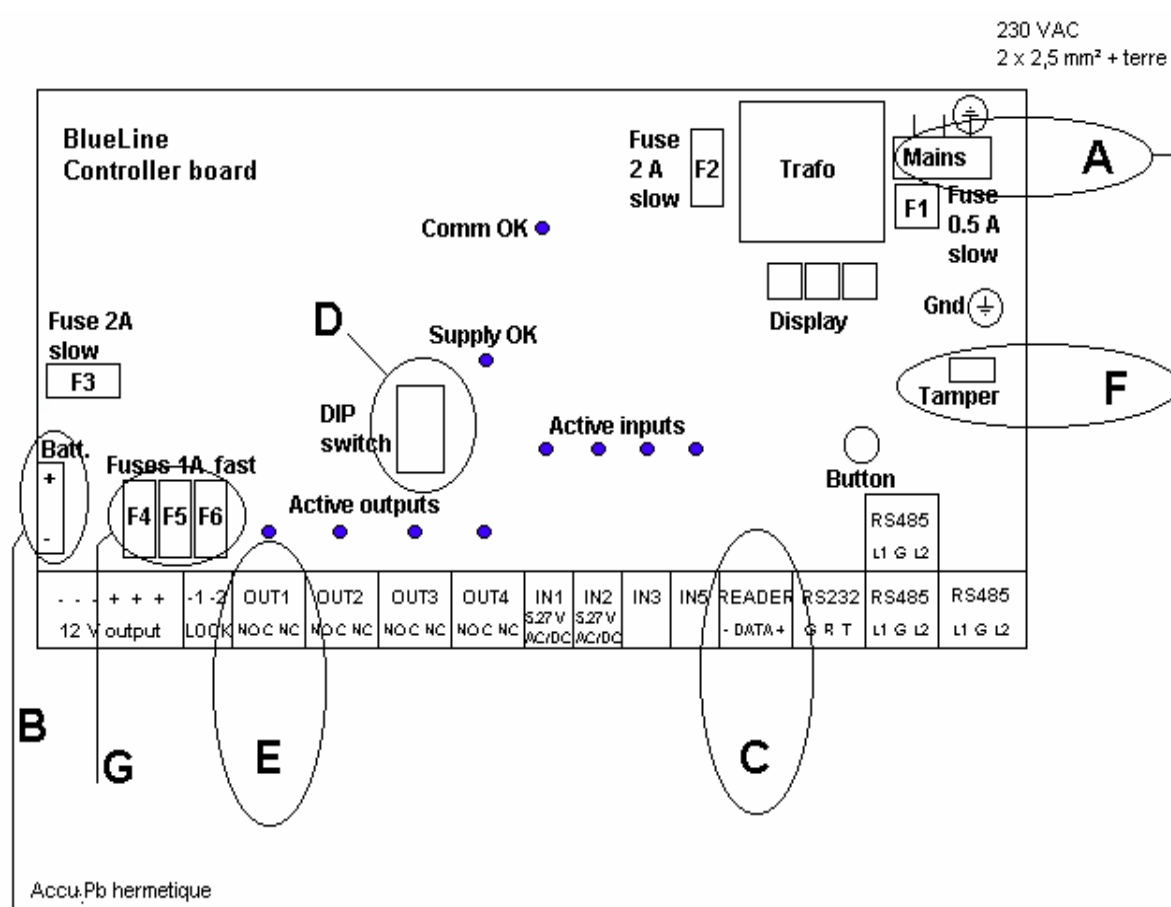

Fig. 1 : Bornes de connexion du contrôleur BL 100
En figure 1, vous trouvez une indication des différents connecteurs et LED's du contrôleur BL 100. Les différentes connexions seront expliquées dans les chapitres suivants de ce manuel.
Toutes les unités électroniques Blue Line sont livrées avec un transfo intégré. Il faut simplement connecter la ligne 230 VAC sur les bornes équivalentes de l'unité. (Réf. Fig. 1 - connexion A)
L'alimentation de secours est connectée sur les bornes "Battery" (Réf. Fig. 1 - connexion B), avec le fil rouge sur la borne "+12 V" de la batterie.
3 sorties se trouvent sur le contrôleur Blue Line sur lesquelles le 12VDC est disponible. On peut utiliser ces sorties pour alimenter des gâches électriques, détecteurs d'alarme, etc. Chacune de ces sorties est équipée d'un fusible (Réf. Fig. 1 - point G).
La gâche doit être connectée sur les bornes "OUT 1" pour la gâche de la première porte, ou "OUT 2" pour la deuxième porte. Les 2 relais ont des contacts normalement ouverts (NO) et normalement fermés (NC). (Réf. Fig. 1 - point E)
Ces lecteurs de cartes sont connectés par un bus sériel sur les bornes "READER" (réf. Fig 1 - connexion C) suivant les schémas ci-après.
Le lecteur est raccordé sur le contrôleur sur les bornes "READER" (réf. Fig. 1 - connexion C).
Quand on veut visualiser aussi les statuts des points d'entrée sur les têtes de lecture, on doit changer les positions des DIP switches sur le contrôleur. (Réf. Fig.1 - point D et le schéma sur page 9 - DIP switches 4 et 5).